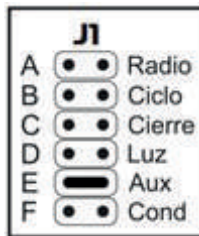

fig. 2
1. Con la Central Flex energizada, coloque el Jumper **J1** en posición **E** (AUX) en la central Fig.2 y luego pulse el botón de programación **CHI** DOS (2) veces para programar el control de la Luz de Cortesía.